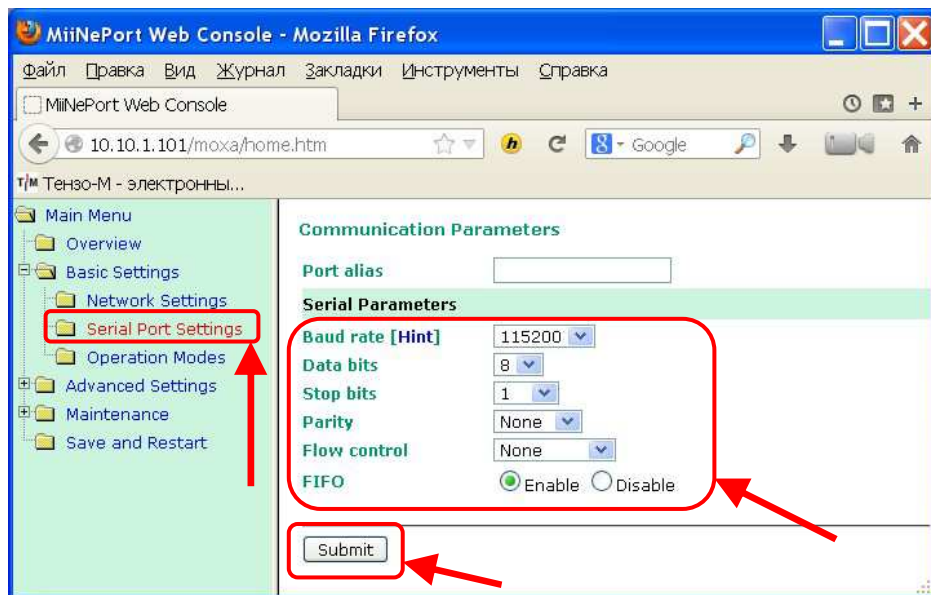

Рис. 16.12. Консоль управления «MiiNePort Web Console», настройки последовательного порта.
16.13. Войдите в пункт меню «**Basic Settings**\Serial Port Settings» консоли управления «**MiiNePort Web Console**» (см. Рис. 16.12).
Настройки «**Data bits**» (количество битов данных в кадре), «**Stop bits**» (количество стоповых битов данных в кадре), «**Parity**» (контроль чётности), «**Flow control**» (контроль потока) и «**FIFO**» должны быть установлены так, как на Рис. 16.12.
16.14. После установки параметров последовательного порта нажмите на кнопку «**Submit**» («подтвердить», см. Рис. 16.12).